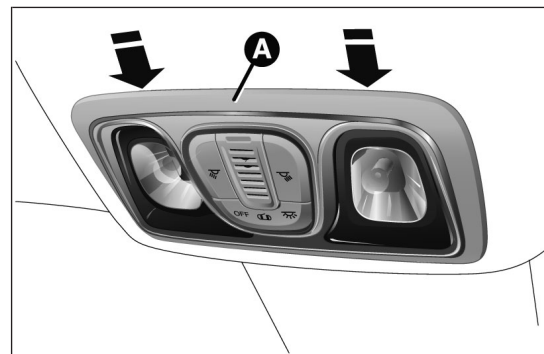

fig. 192
- fixer le plafonnier A fig. 192 dans son logement en s'assurant qu'il est correctement bloqué.